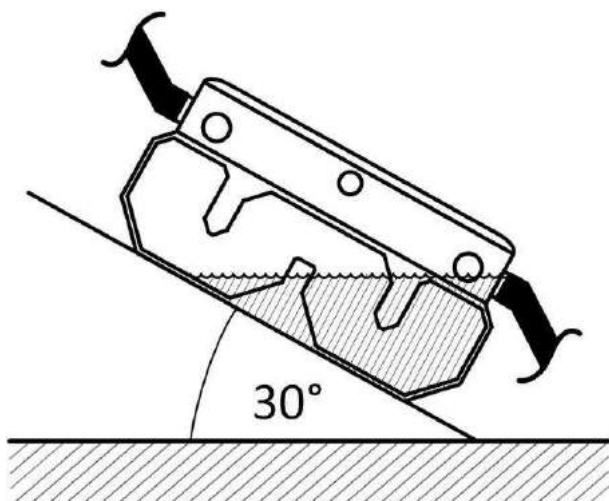

Figura 8: inclinare il dispositivo di neutralizzazione
1. Allentare e smontare il tappo di ispezione (1) ruotando la chiave per ripartitore (7).
2. Quando è installato inclinare di 30° il dispositivo di neutralizzazione (vedere Figura 8) e infine riposizionarlo orizzontalmente.
4. Smontare le tubazioni di scarico della condensa sul ripartitore (3) e raccogliere la condensa che fuoriesce.
5. Se presente, allentare e smontare il modulo pompa pneumatica (10-14) ruotando la chiave del supporto pompa pneumatica (12) (vedere capitolo 5.2).
6. Allentare e smontare il ripartitore (3) e il tappo di ispezione (1) ruotando la chiave per ripartitore (7).
7. Pulire il ripartitore (3) e il tappo di ispezione (1) con acqua e un panno pulito.
8. Montare il ripartitore (3) e il tappo di ispezione (1) e fissarli ruotando la chiave per ripartitore (7).
9. Se presente, montare il modulo pompa pneumatica (10-14) e fissarlo ruotando la chiave del supporto pompa pneumatica (12).
10. Montare nuovamente le tubazioni di scarico della condensa sul ripartitore (3).
5. Allentare e smontare il ripartitore (4) ruotando la chiave per ripartitore (7).
6. Rimuovere la cartuccia (5) / set di cartucce.
7. Svuotare la condensa residua della cartuccia (5).
8. Restituire la cartuccia esausta (5). In caso di smaltimento della cartuccia (5) procedere seguendo la normativa locale vigente.
10. Montare il ripartitore (3) sulla nuova cartuccia (5) e fissarlo ruotando la chiave per ripartitore (7).
11. Montare nuovamente le tubazioni di scarico della condensa sul ripartitore (3).
12. Riportare il contrassegno per il prossimo intervento di manutenzione sulla relativa targhetta (6) della cartuccia (5).